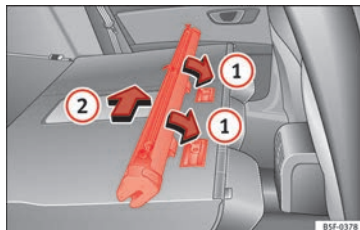

Bild 169 Montering av avdelningsnätet i baksätets ryggstöd.
- Placera nätets hus i spåren i pilens riktning » **bild 169 1**.
- Skjut fodralet åt fordonets vänstersida i pilens riktning » **bild 169 2** och så långt det går.
- Dra ut nätfodralet ca 5 cm i pilens motsatta riktning » **bild 169** ②.
- Ta bort fodralet från spåren genom att dra i pilarnas motsatta riktning » **bild 169** ①.